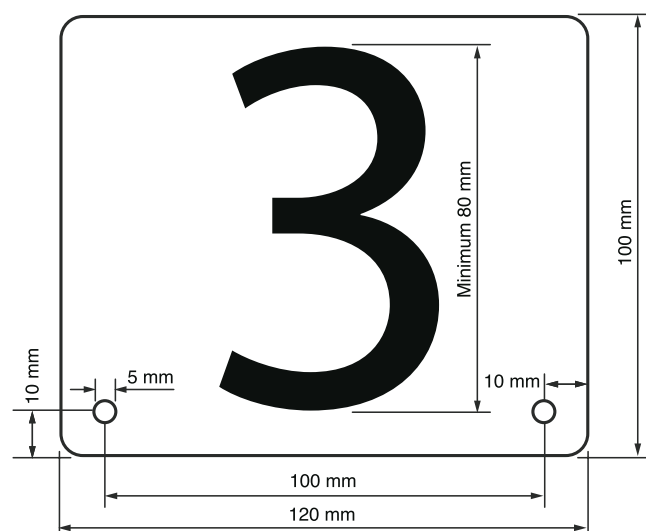

Bild 3 - Nummerskylt för Hydro FE-4S
- Skyltarnas hörn och kanter skall vara avrundade. Se bild 3.